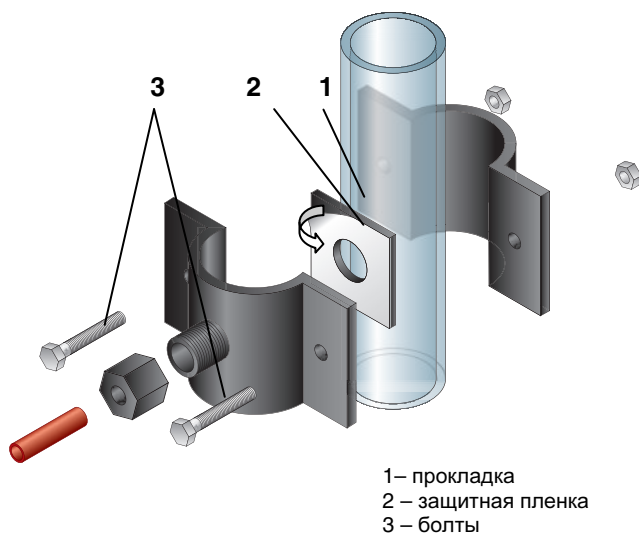

Рисунок 5. Дренажный хомут
9. Дренажный хомут (Рис. 5)	1 шт.
## 5.3 Установка дренажного хомута (Рис. 5)1